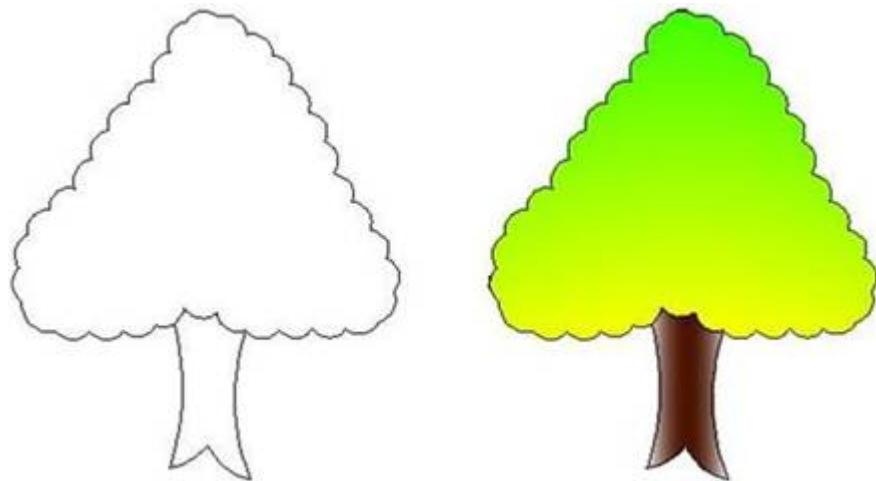

图 4-15 用“渐变色填充”对图形上色
(1) 绘制一棵树的轮廓,如图 4-15 左图所示。
(3) 选择“双色”，在“选择颜色”对话框中选择“索引颜色”标签，拾取绿和黄。
(4) 选择“半球形”，在树冠区域拾取点，预览并右键确认。
(5) 回车重新打开“填充”对话框。选择“单色”，在“选择颜色”对话框中选择“索引颜色”标签，拾取棕色。
(6) 选择“反转圆柱形”，在树干区域拾取点，预览并右键确认。
(7)填充之后的图形如图 4-15 右图。